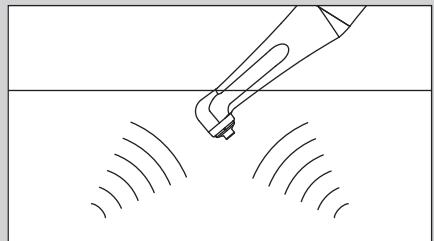

図 7
- ・コントラアンダルヘッドの回転軸のネジ部にペースト等が入り込んでしまった場合は、ヘッド先端部のみを超音波洗浄器にて洗浄することをお奨めします。洗浄後は必ず注油してください。(図7)